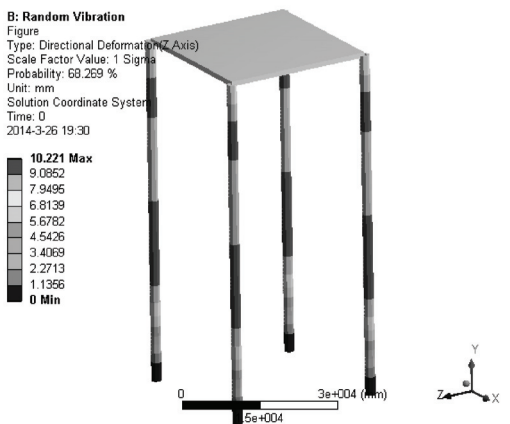

图 13-17 1 Sigma 变形云图
10) 重复步骤 2) ~4), 设置 Scale Factor 为 1 Sigma, 求解 1 Sigma 变形云图, 得到图形如图 13-17 所示。